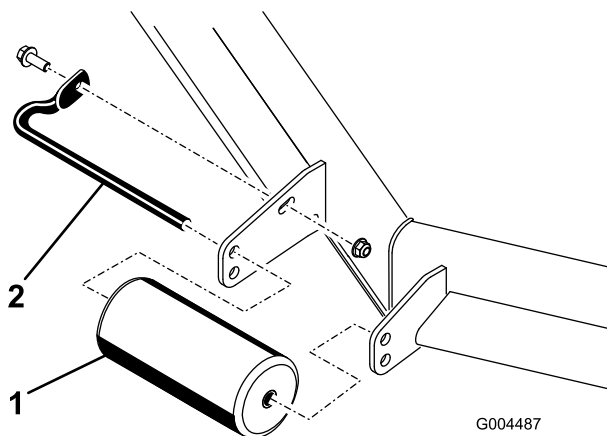
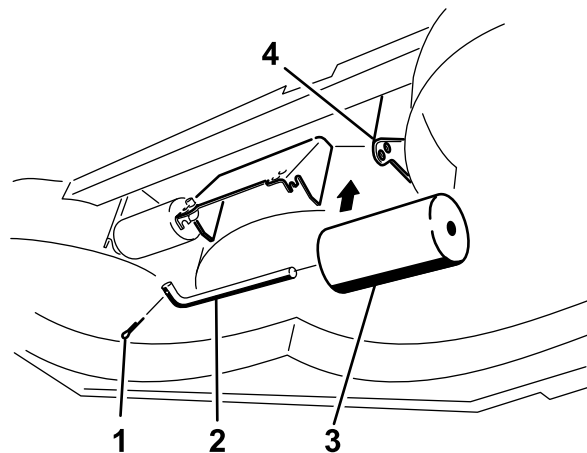

図 10
図 14
4. デッキのローラを固定しているボルトナット類を外して、ローラの高さを調整する；使用するデッキのタイプに合わせて図 10 から 図 14 を参照。